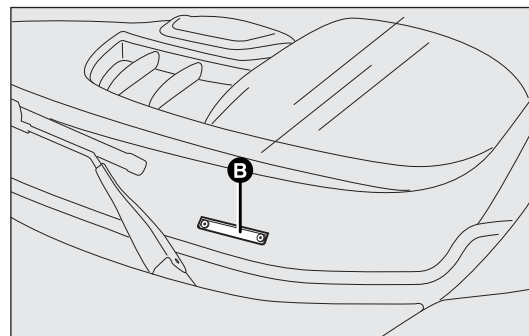

fig. 192
– en la parte baja del parabrisas B-fig. 192.